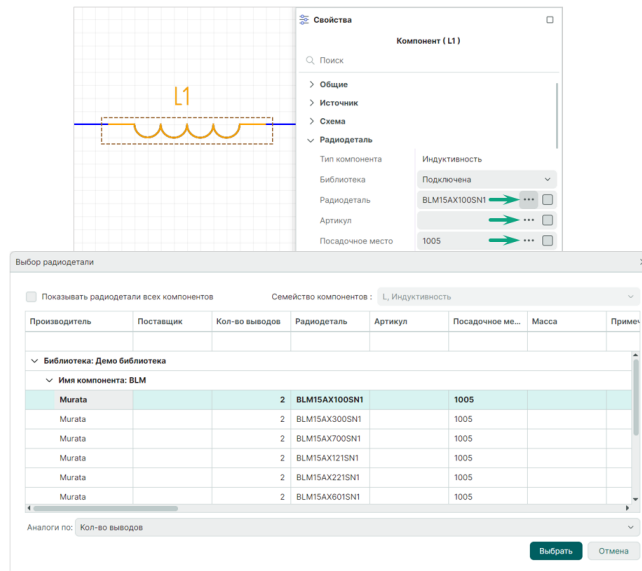

Рис. 90 Окно «Выбор радиодетали»
1. При выделенной на электрической схеме радиодетали нажмите на символ «...» в панели «Свойства» → «Радиодеталь» в строке любого параметра радиодетали, см. Рис. 90.